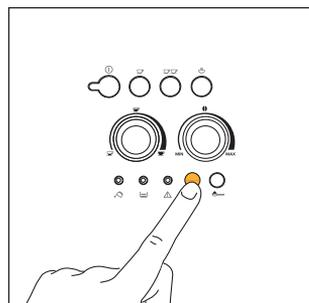

Fig. 14
1) Se, appena accesa la macchina, si richiede una tazza di caffè corto (inferiore a 60cc), usare l'acqua calda del risciacquo per pre-riscaldare le tazze (vedi consiglio par. 4.3 punto5). Se invece dall'ultimo caffè fatto, sono trascorsi più di 2/3 minuti, prima di richiedere di nuovo un caffè è necessario **pre-riscaldare l'infusore premendo il tasto**  (fig. 14). Lasciare poi defluire l'acqua nella vaschetta